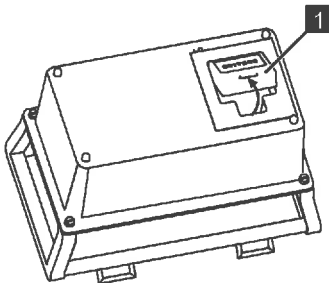

Abb. 216
2. Die leere Batterie (Abb.216/1) auf der Rückseite der Funksteuerung entnehmen.